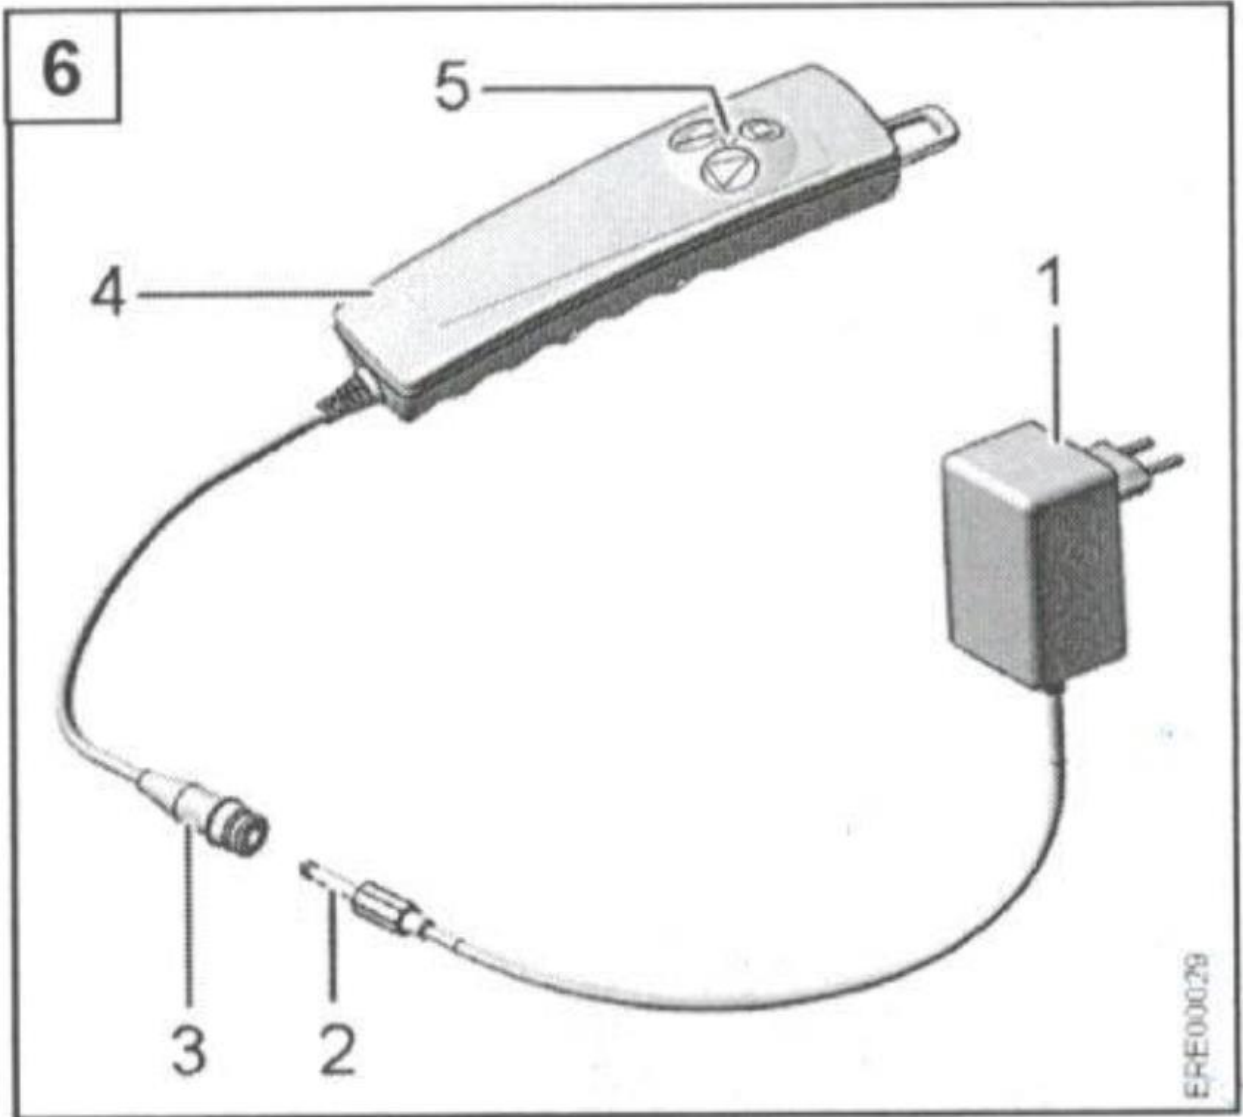

Рис. 3
1. Вставте роз'єм живлення (див. Рис. 3; 2) зарядного пристрою (див. Рис. 3; 1) у гніздо (див. Рис. 3; 3) пульта ручного керування (див. Рис. 3; 4).
2. Підключіть зарядний пристрій (див. Рис. 3; 1) до електромережі. Світлодіодний індикатор (див. Рис. 3; 5) спочатку замигнє, а потім загориться червоним. Світлодіод погасне, коли батарея зарядиться.
- Від'єднайте зарядний пристрій (див. Рис. 3; 1) від мережі.
- Від'єднайте зарядний пристрій від пульта ручного керування (див. Рис. 3; 4).